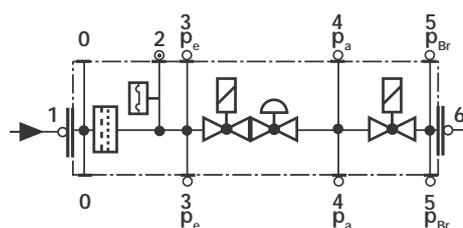

Fig. 33
- Cambiar el filtro cuando Δp entre las tomas de presión 1 y 3 sea > 10 mbar (Fig. 33).
- Cambiar el filtro cuando Δp entre las tomas de presión 1 y 3 (Fig. 33) sea dos veces mayor que el valor registrado durante el último control.